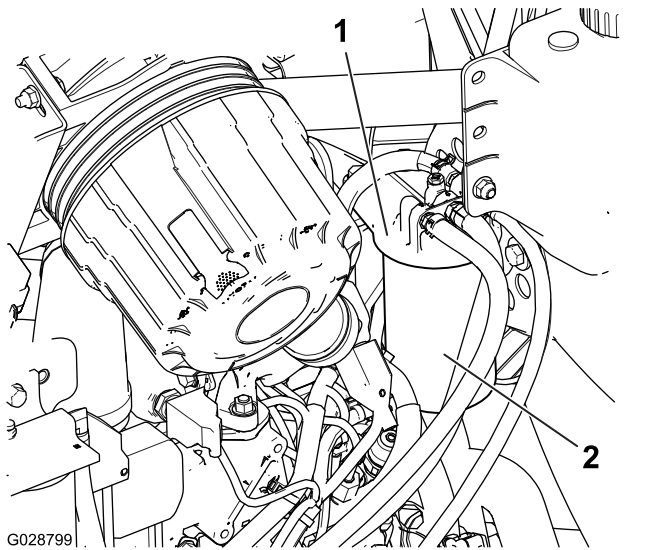

Bild 45
1. Reinigen Sie den Bereich um den Kraftstofffilterkopf (**Bild 45**).
2. Entfernen Sie den Filter und reinigen die Kontaktfläche (**Bild 45**).